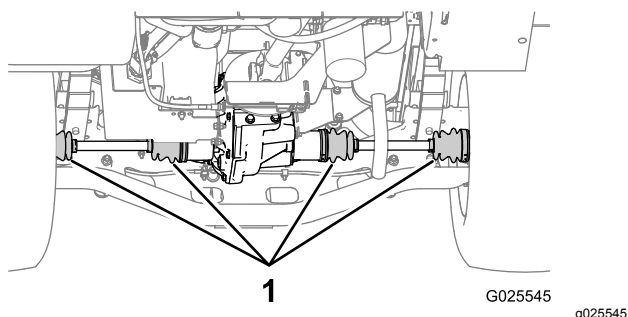

Figura 66
- Verifique se há danos e lubrificante a derramar nos foles das juntas homocinéticas nos eixos traseiros (Figura 66).